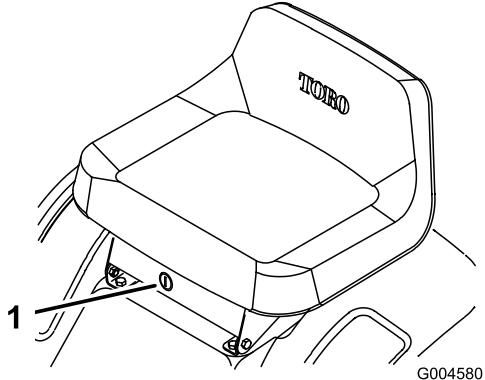

Figure 15
S'il est nécessaire d'utiliser la commande des lames (PdF) en marche arrière, désactivez ce dispositif de sécurité à l'aide du commutateur KeyChoice situé près du support du siège (Figure 15).
2. Introduisez la clé dans le commutateur KeyChoice (Figure 15).